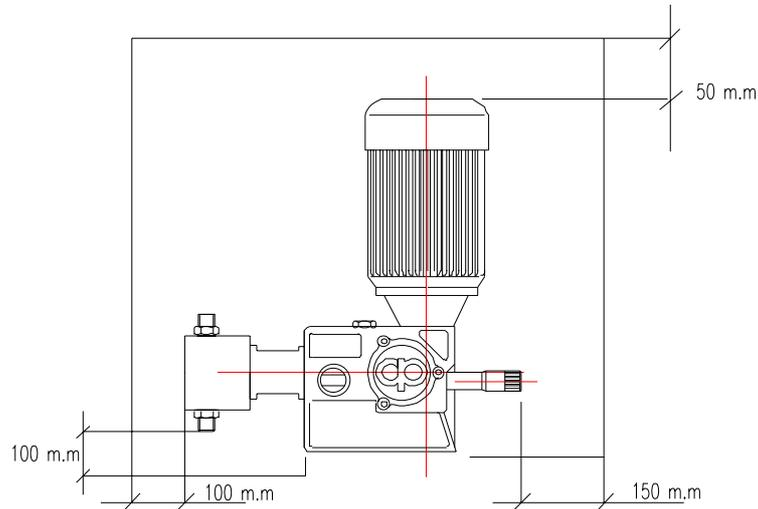

Fig. 01
- Sistemare la macchina in posizione verticale, come mostrato in Fig. 01, e sopra un robusto piano di appoggio (metallico, in cemento, ecc.) .